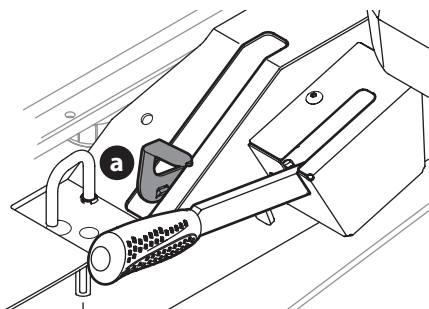

Figure 41
1. Enclenchez les soupapes de dérivation de la transmission en tirant le levier de dérivation (a) vers l'extérieur, puis vers le haut et jusqu'en arrière (Figure 41).
2. Pour débloquer le levier de dérivation (a), poussez le levier vers l'avant (Figure 41).